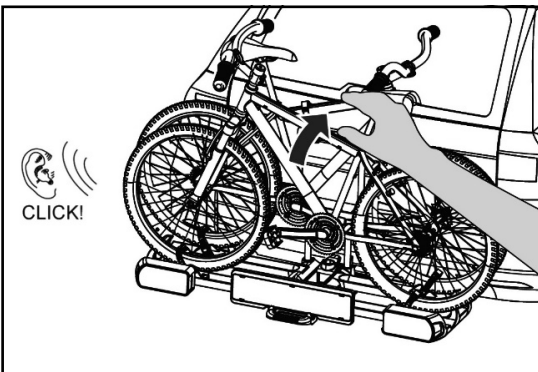

Bild 28: Hochklappen des Fahrradträgers
- Klappen Sie den Träger vor der Fahrt hoch (Bild 28).